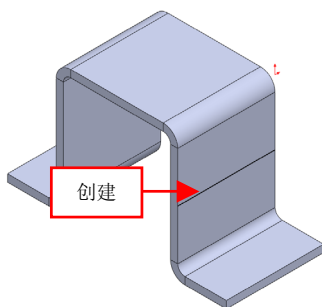

图 9-23 创建直线对象
(4) 进入草图环境，单击【直线】按钮，在绘图区合适位置创建直线，如图9-23所示。